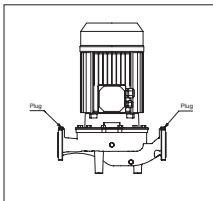

FIG. 4: Bușoane necesare pentru verificarea nivelului de umplere a pompelor
- Scoateți bușonul/capacul hexagonal aflat în partea de sus a carcasei pompei (FIG. 4);